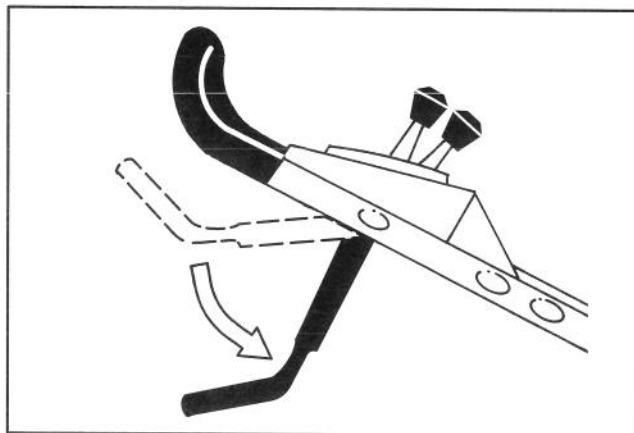

Figure 11
7. Placez la barre de commande sur sa position la plus basse (Fig. 11).